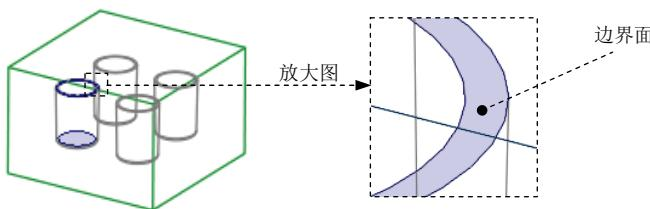

图 25.16 定义边界面
③ 定义边界曲面。在系统 **指定限制这些曲面的边界曲面。** 的提示下，从列表中拾取图 25.16 所示的边界面。